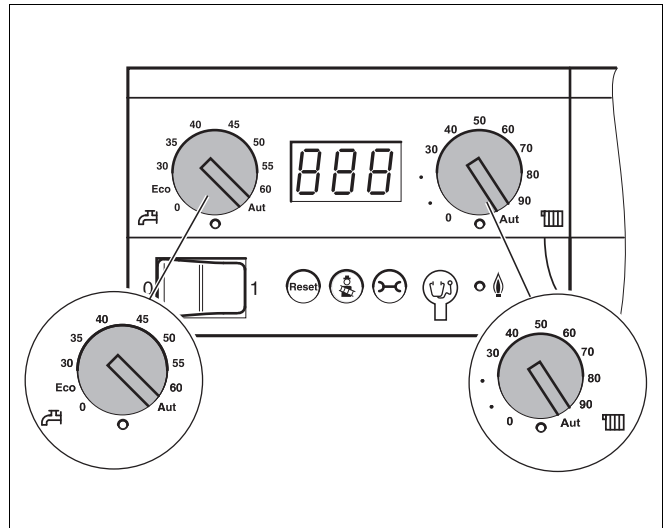

Fig. 4 Basiscontroller Logamatic BC10
- Stil de to drejknapper (fig. 4) på basiscontrolleren Logamatic BC10 på "Aut" (automatisk drift). På denne stilling overtager betjeningsenhed RC35 kontrollen.